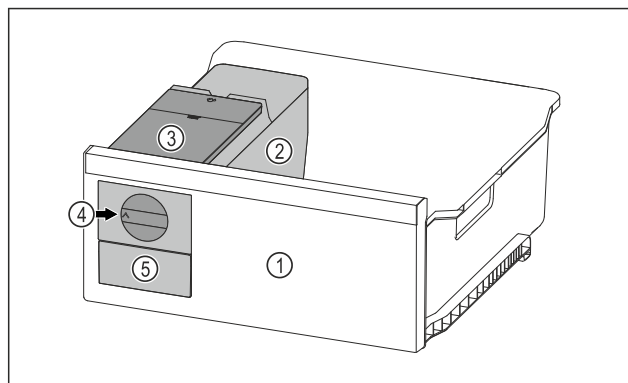

Fig. 120 Példaként szolgáló ábrázolás
- A forgógombot Fig. 120 (4) ütközésig forgassa el az óra járásával egyező irányban.
- A jégkockák a jégkockatartóból a jégkockafiókba Fig. 120 (5) hullanak.